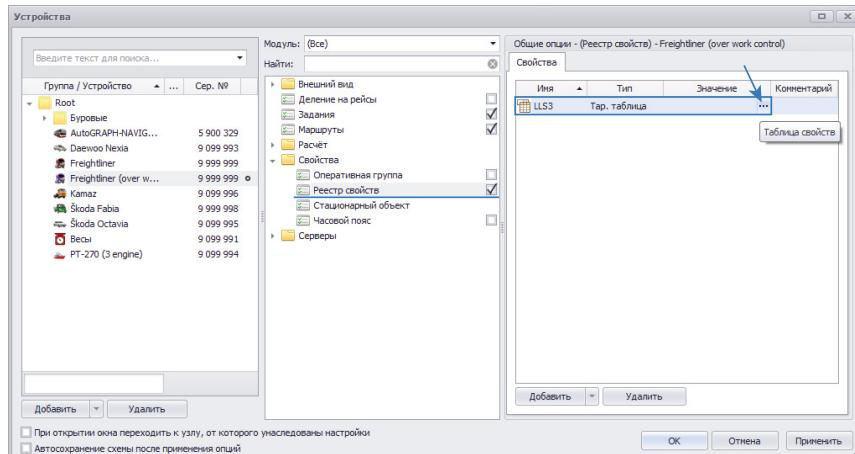

Рис.71. Создание тарировочной таблицы датчика.
- Для пересчета показаний в отсчетах АЦП в уровень топлива в литрах задать тарировочную таблицу датчика. Тарировочную таблицу необходимо предварительно добавить в Реестр свойств настраиваемого транспортного средства. Для добавления тарировочной таблицы датчика в реестр свойств ТС необходимо в меню «Устройства» перейти в раздел настроек «Свойства – Реестр свойств» и в таблицу на вкладке «Свойства» добавить новое свойство с типом «Тар. таблица», например, свойство «LLS3» (Рис.71).